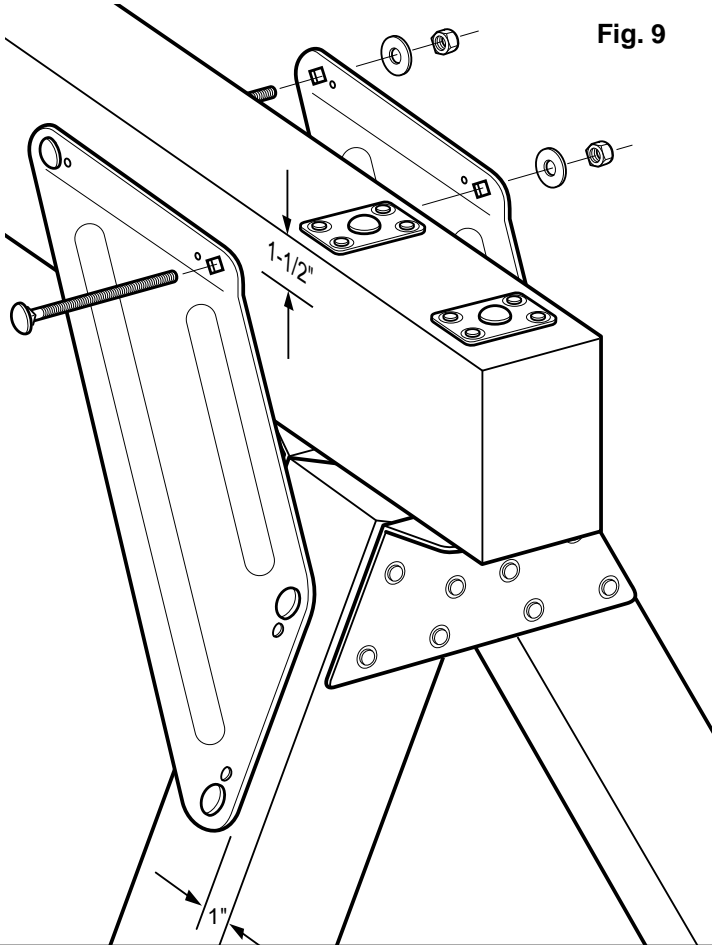

Fig. 9
2. Working with **one** brace at a time, position brace to frame 1-1/2" from the top of the beam and 1" from the side of the leg. Make sure the A-frame is 90° to the beam. Attach the brace to the frame and beam using four 2-1/2" screws. (Fig 9.)
3. Using the attached brace as a guide, drill holes through the beam and A-frame legs. **NOTE:** Drill 90° to the beam to insure proper fit. Secure the brace to the legs using 4-1/2" carriage bolts, washers and loc nuts. Insert two 4-1/2" carriage bolts through the brace and beam. Place opposite brace on the carriage bolts protruding through the beam. Check the brace alignment on the beam and leg and attach using four 2-1/2" screws. Drill remaining holes in the leg and install 4-1/2" carriage bolts, flat washers and loc nuts. Secure bolts of the beam using washers and loc nuts (Fig. 9). Repeat step 3 to attach remaining braces. When frame assembly is complete, **carefully** lift the frame assembly to an upright position.
2. Trabajando con **un** soporte a la vez, posicione el sostén al armazón a una distancia de 1-1/2" en la parte de arriba de la viga y 1" de la parte lateral de la pata. Asegúrese que el armazón "A" esté a 90° de la viga. Sujete el sostén al armazón y viga usando cuatro tornillos de 2-1/2".(Fig 9.)
3. Usando el sostén ya agarrado como guía, perforo huecos a través de la viga y las patas del armazón "A". **NOTE:** Perfore a 90° de la viga para asegurar que quede bien. Asegure el sostén a las patas usando cuatro pernos de carro de 4-1/2", arandelas, y tuercas de traba. Inserte dos pernos de carro de 4-1/2" a través del sostén y la viga. Ponga el sostén opuesto en los pernos de carro que estén saliendo a través de la viga. Chequee el alineamiento del sostén en la viga y pata y sujete usando cuatro tornillos de 2-1/2". Perfore los huecos que queden en la pata e instale pernos de carro de 4-1/2", arandelas planas, y tuercas de traba. Sujete los pernos a la viga usando arandelas y tuercas de traba (Fig. 9). Repita el paso 3 para conjuntar los sostenes que queden. Cuando se haya completado el armazón, **con cuidado** levante el ensamblaje del armazón a la posición vertical.
2. Placer le premier support à la structure à 1 1/2 po du dessus de la poutre et à 1 po de la face extérieure du montant de la structure en A. S'assurer que la structure en A est d'équerre par rapport à la poutre. Fixer le support à la structure en A et à la poutre à l'aide de quatre vis de 2 1/2 po.(Fig 9.)
3. En se servant du support déjà installé comme guide, percer des trous dans la poutre et dans les montants de la structure en A. **NOTA :** Percer les trous à angle droit (90°) par rapport à la poutre pour assurer un bon assemblage. Fixer le support aux montants à l'aide de boulons de carrosserie de 4 1/2 po, de rondelles et d'écrous de blocage. Installer deux boulons de carrosserie de 4 1/2 po dans le support et à travers de la poutre. Placer le support de l'autre côté de la structure en A sur les boulons qui dépassent de la poutre. S'assurer que le support est bien aligné avec la poutre et le montant de la structure en A et le fixer à l'aide de quatre vis de 2 1/2 po. Percer les trous qui restent dans le montant de la structure en A et y installer des boulons de carrosserie de 4 1/2 po, des rondelles et des écrous de blocage. Fixer les boulons à la poutre avec des rondelles et des écrous de blocage (Fig. 9). Répéter l'étape 3 pour installer les supports qui restent. Lorsque l'assemblage est terminé, soulever **soigneusement** la structure assemblée pour la mettre à la verticale.